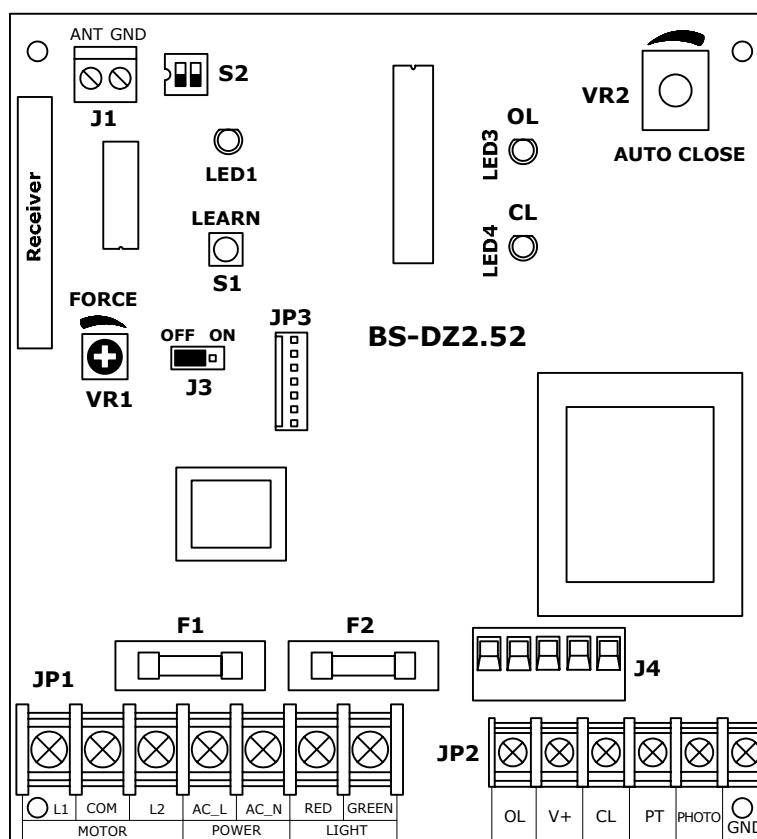
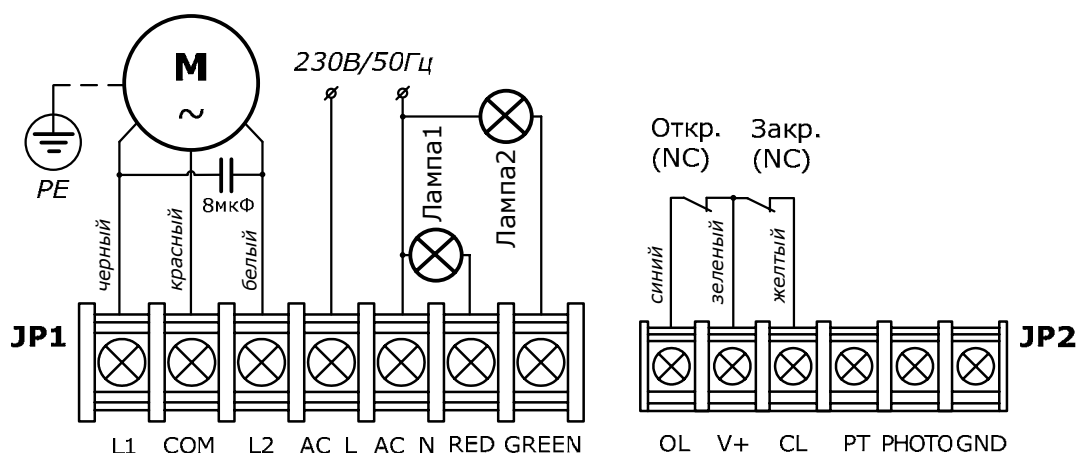

Рис. 5. Электронный модуль блока управления
Рис. 6. Электрические подключения шлагбаума к блоку управления
Электронный блок управления шлагбаума (Рис. 5) осуществляет управление работой всех подключенных к нему электрических компонентов.
Подключения электродвигателя и выключателей конечных положений к блоку управления выполнены на заводе-изготовителе (Рис. 6).
Для сигнализации о состоянии шлагбаума к блоку управления могут быть подключены лампы (Рис. 6) 230В, макс. 25Вт. Подключение одной лампы необходимо производить к клеммам «RED» и «AC_N», второй лампы к клеммам «GREEN» и «AC_N». В зависимости от настройки DIP-переключателя S2 (Рис. 5) возможны различные режимы работы ламп (см. раздел «Настройка параметров работы»).
После настройки конечных положений несколько раз поднимите и опустите стрелу шлагбаумом и убедитесь в правильности регулировок. При полном открытии шлагбаума светодиод LED3 (OL) гаснет (Рис. 5), при полном закрытии шлагбаума гаснет светодиод LED4 (CL).
С помощью DIP-переключателя S2 (Рис. 5) и регулятора VR2 блока управления настраивается логика работы выходов ламп и режим "Автозакрытия" (Таблица 7). С помощью разъема-перемычки J3 и регулятора VR1 настраивается режим "Обнаружение препятствия".
Включение режима "Светофор" (DIP 2 – OFF) Лампа, подключенная к клемме «RED» (Рис. 6), горит при движении шлагбаума и при закрытом шлагбауме (красный сигнал светофора). Лампа, подключенная к клемме «GREEN», горит при открытом шлагбауме (зеленый сигнал светофора).
Режим "Обнаружение препятствия" При расположении перемычки на контактах 1 и 2 разъема J3 (Рис. 5) режим включен, при расположении перемычки на контактах 2 и 3 режим выключен. Усилие двигателя (чувствительность) при обнаружении препятствия устанавливается регулятором VR1. Максимальное значение усилия в крайнем левом положении регулятора, минимальное значение в крайнем правом. Обнаружение препятствия при закрытии шлагбаума приведет к остановке шлагбаума и последующему полному открытию. Обнаружение препятствия при открытии шлагбаума приведет к остановке шлагбаума. Заводская настройка: режим включен, усилие максимальное.	Выключено  Включено
Для записи пульта нажмите кнопку S1 (Рис. 5) блока управления, индикатор LED1 блока управления загорится. Затем нажмите любую кнопку пульта, индикатор LED1 моргнет несколько раз и погаснет, что означает запись кода пульта в память радиоприемника блока управления.